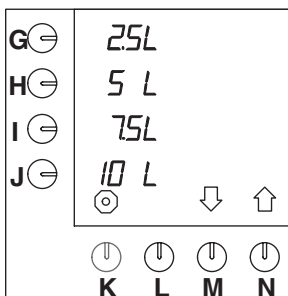

Fig. 23 Standaard voorkeuzetoetsen
Het apparaat staat standaard op de eenheid L (= liters) ingesteld. Deze eenheid kan gewijzigd worden. (Deze eenheid staat standaard in het display bij de voorkeuzetoetsen (fig. 23).)
- Druk op selectietoets (N.)↑ tot fig. 23 in het display verschijnt.